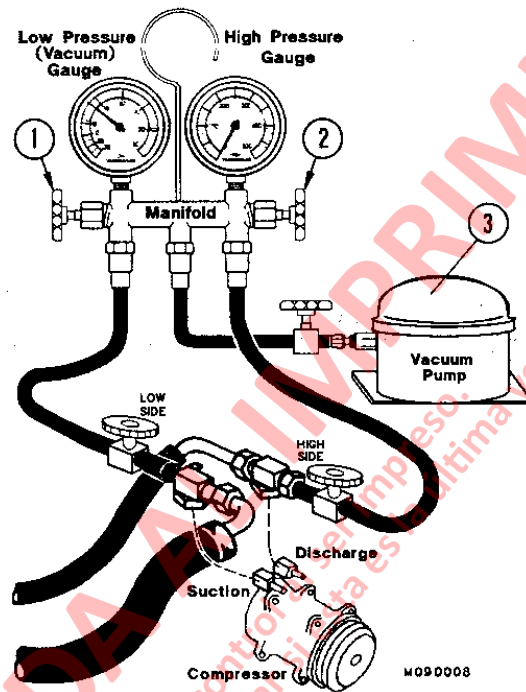

FIGURA 9-10 CONEXION DE LA BOMBA DE VACIO
1. Con el conjunto de medidores del múltiple todavía conectado (después de descargar el sistema) conecte la manguera central al fitting de entrada de la bomba de vacío como se muestra en la Figura 9-10. Luego abra al máximo las válvulas manuales del lado de baja.